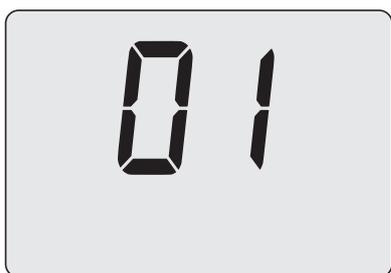

Figura 12.6
- Premendo il tasto 17 sul display LCD appare il numero 01, indicante l'entrata nell'attivazione della "funzione spazzacamino" alla potenza minima (Figura 12.6).